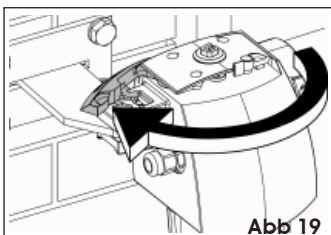

Abb. 19
4. Den Entriegelungshebel bis zum Anschlag drehen (Abb. 19).